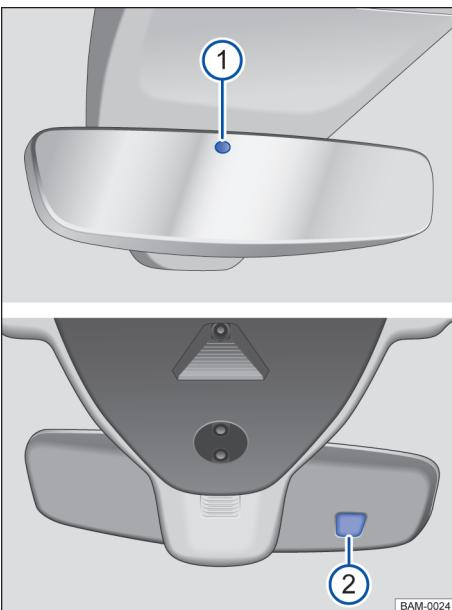

Fig. 115 No para-brisa: espelho retrovisor interno com antiofuscante automático.
Com a ignição ligada, os sensores medem a incidência de luz por trás → Fig. 115 ① e pela frente ②.